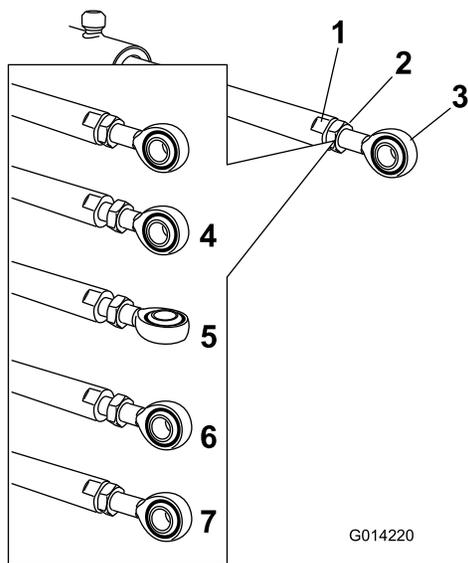

Figure 64
5. Placez une clé sur les méplats de la tige d'actionneur pour l'immobiliser, puis desserrez l'écrou de blocage pour pouvoir manipuler la tige à œillet (Figure 64).
6. Tournez la tige à œillet dans la tige d'actionneur pour raccourcir ou allonger l'actionneur déployé à la position voulue (Figure 64).